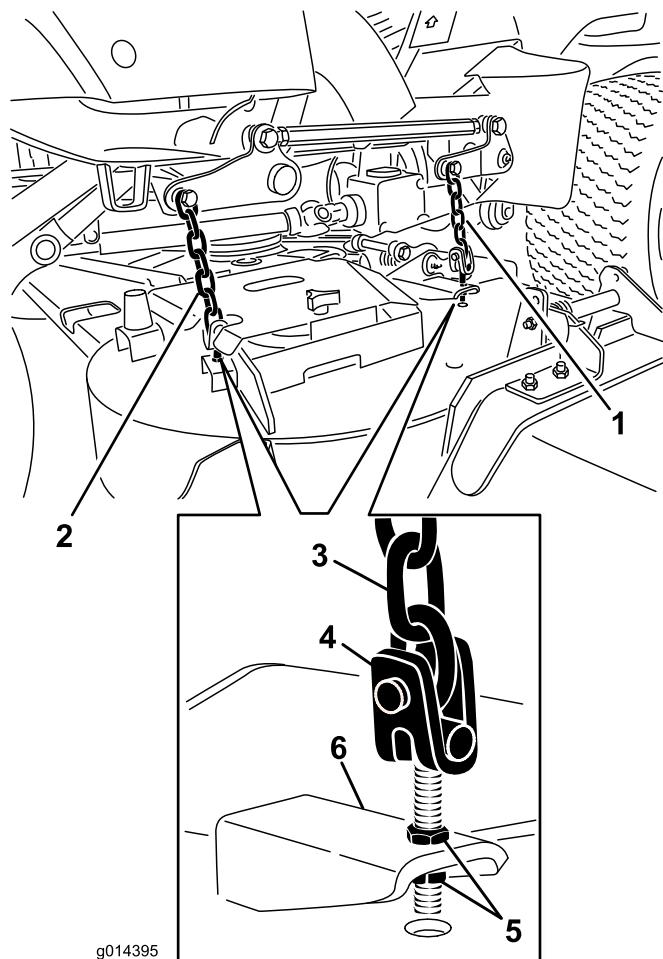

Figure 70
- Ajustez les écrous de blocage qui fixent les chapes/chaînes au plateau de coupe jusqu'à ce que le plateau de coupe soit de niveau (Figure 70).
- Ajustez les écrous de blocage qui fixent les chapes/chaînes au plateau de coupe pour élever l'arrière du plateau de coupe de sorte à obtenir une inclinaison de la lame de 8 mm (Figure 70).